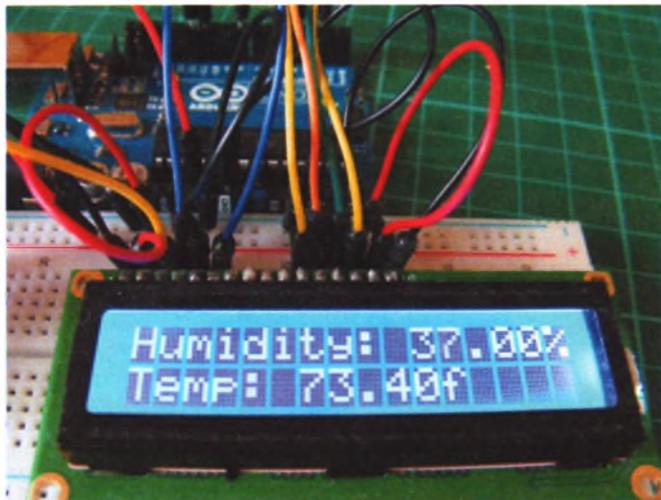

РИСУНОК 13.2
2. Установите ЖК-дисплей на макетную плату и подключите его контакты к Arduino, как показано в следующей таблице и на рис. 13.2. Шины заземления и питания 5 В будут содержать несколько подключений.